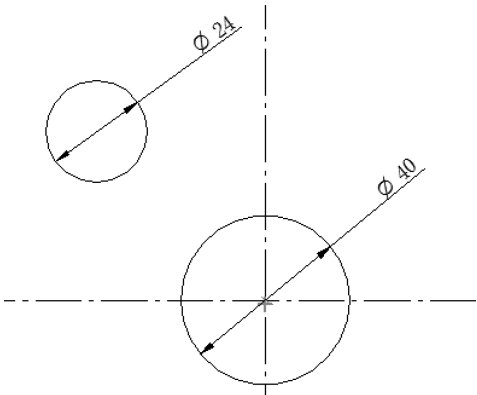

图 6-49 标注尺寸
(6) 单击【绘制草图】选项卡【尺寸】区域下的【智能尺寸】按钮，标注刚才放置圆的尺寸，如图 6-49 所示。